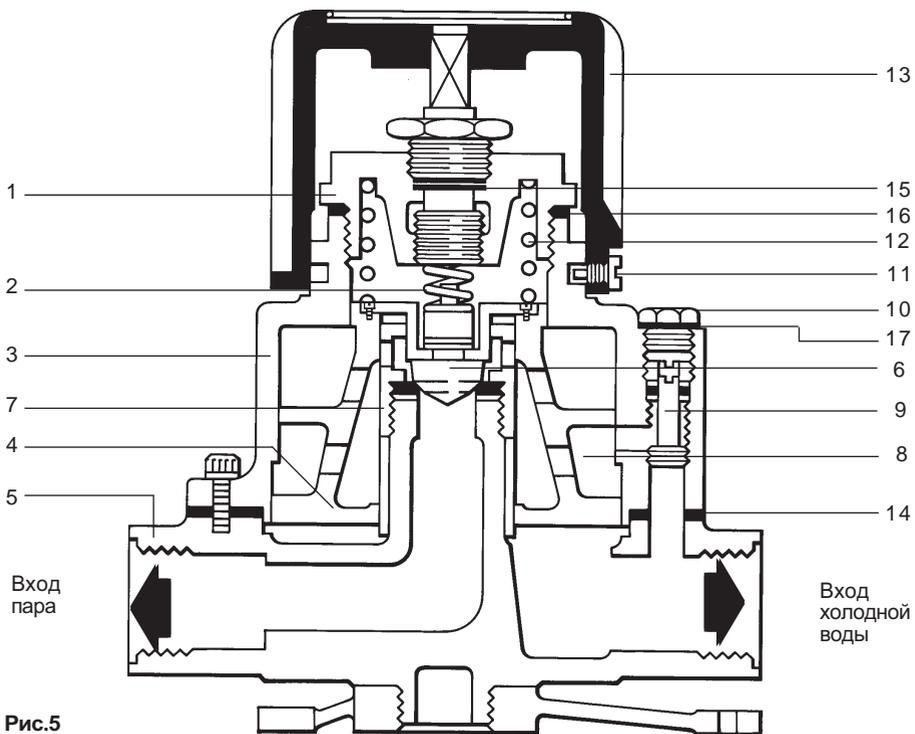

Рис.5
Замена фиксированной нагрузочной пружины. Повернуть регулирующий рычаг (13) см.Рис. 5, на самое высокое значение температуры, ослабить винт (11) и снять рычаг. Снять крышку верхней головки (1), повернув на 90° по часовой стрелке, снять большую пружину и заменить. При обратной сборке убедитесь, что маленькая пружина правильно расположена на валу, а не лежит на корпусе клапана.
Повернуть регулирующий рычаг (13) см.Рис. 5, на самое высокое значение температуры, ослабить винт (11) и снять рычаг. Снять крышку верхней головки (1), повернув на 90° по часовой стрелке, снять большую пружину и заменить необходимой. При обратной сборке убедитесь, что маленькая пружина правильно расположена на валу, а не лежит на корпусе клапана.
Проверить, правильно ли выбрана пружина. Повернуть регулирующую рукоятку как можно дальше, чтобы получить нужную температуру. (можно ослабить винт 11, Рис.5). Снять винт 10, вставить отвертку и закрыть байпас клапан 9, повернув ее по часовой стрелке. Измерить температуру и если правильная - завинтить болт 10. Если низкая - надо установить редуцирующий клапан для воды LRV.
См. Рис. 5. Снять рычаг 13, ослабив винт 11. Отвинтить верхнюю головку 1, снять пружину. Снять верхний корпус 3, сняв комплект винтов 12 x 5 мм. Можно разделить верхний и нижний корпусы. Все части надо очистить при помощи соответствующего очистителя накипи.